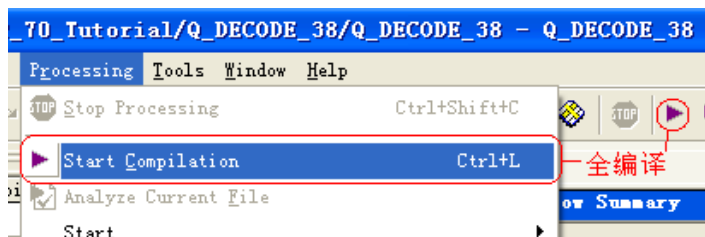

图 3-37 执行 start compilation
22. 完成引脚分配后, 全编译文件。点击菜单项 Processing->start compilation、点击图标或使用 CTRL+L 执行全编译, 如图 3-37 所示。